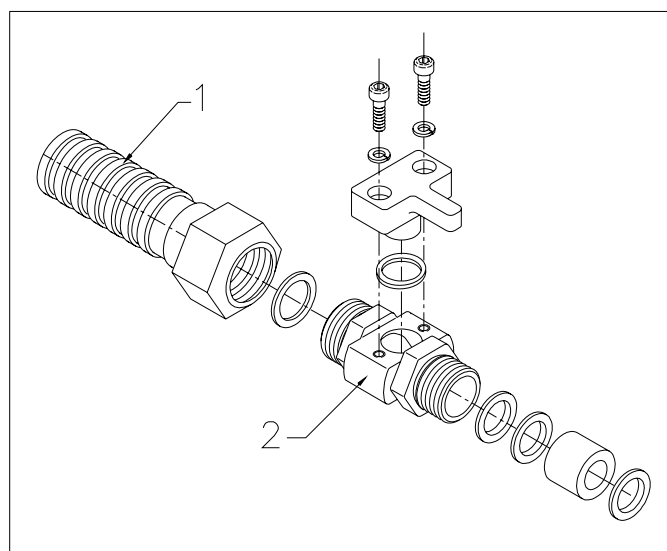

Fig. 8.2
Esta mangueira consiste num revestimento flexível de aço inoxidável (Fig. 8.2, pos. 1) e uma entrada de cabo especial (Fig. 8.2, pos. 2) que protege o cabo contra danos mecânicos e químicos.